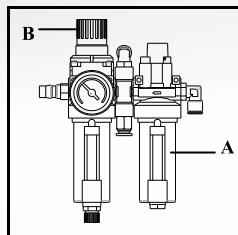

Рис.21
- Проверяйте уровень масла в масленке (A / рис.21) не реже одного раза в месяц. Если уровень масла ниже середины стеклянной чашки, добавьте масло SAE30.
- Проверяйте работу регулятора давления (B / рис.21) не реже одного раза в месяц. Следите за тем, чтобы регулятор давления никогда не превышал 10 бар.